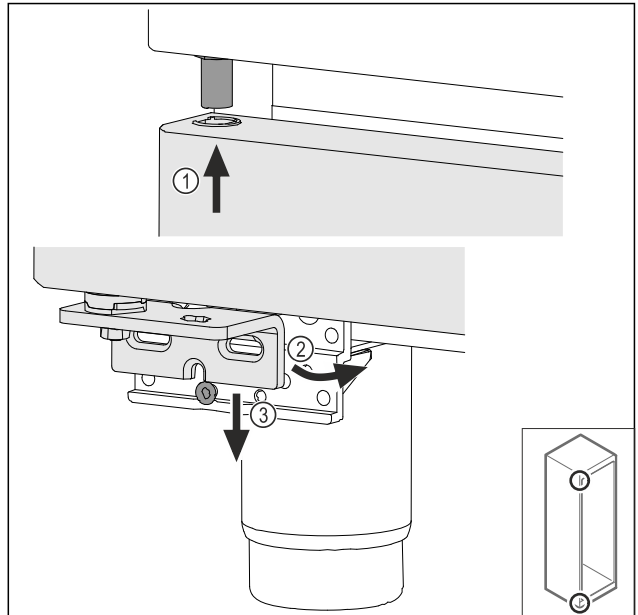

Fig. 66
- Enfiler la porte légèrement inclinée en haut Fig. 66 (1), redresser la porte Fig. 66 (2) et la poser en bas sur la vis du support de palier Fig. 66 (3).